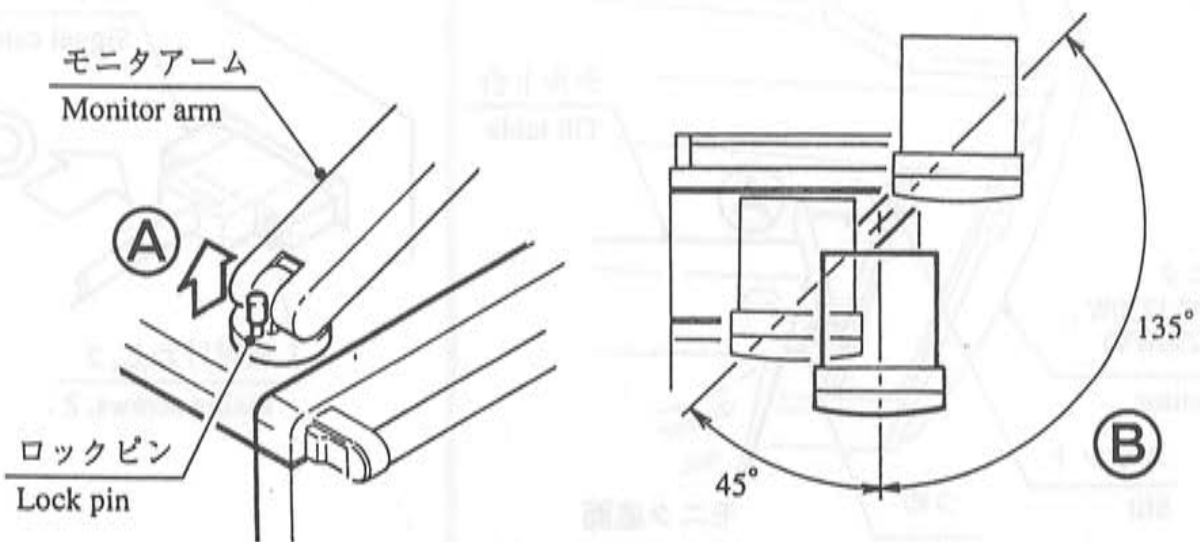

図5 Fig. 5
- (3) モニタアームの左右旋回はモニタアームのロックピンを上に取り上げて行う。(図5 ㉔)
- (4) モニタアームの左右の可動範囲は、左に $45^{\circ}$  右に $135^{\circ}$  の範囲。(図5 ㉕)
- (3) When turning the monitor arm right and left, pull up the lock pin of the monitor arm first. (㉔ in Fig. 5)
- (4) The monitor arm swings horizontally over a range from  $135^{\circ}$  to the right to  $45^{\circ}$  to the left. (㉕ in Fig. 5)